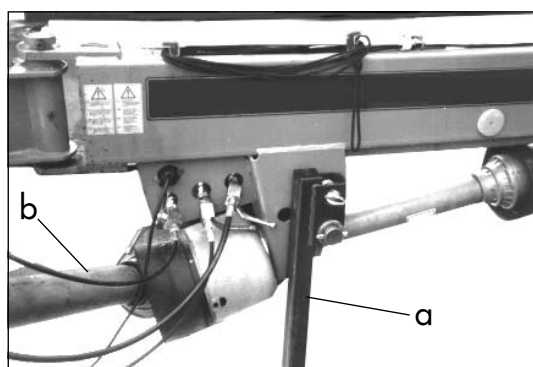

Figure 3-19
- Basculer le pied d'appui (a) vers le bas jusqu'à ce que le dispositif de verrouillage s'enclenche (figure 3-19).
- Retirer l'arbre à cardan (b) du côté du tracteur et le poser dans l'étrier de dépôt (figure 3-19).